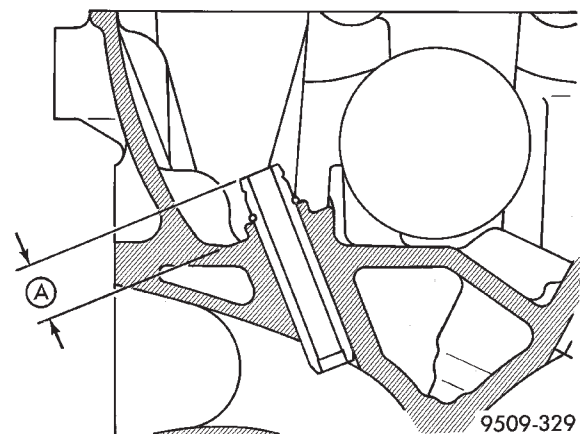

Abb. 107 Höhe der Ventilfehrung
(6) Höhe der Ventilfehrung prüfen (Abb. 107).